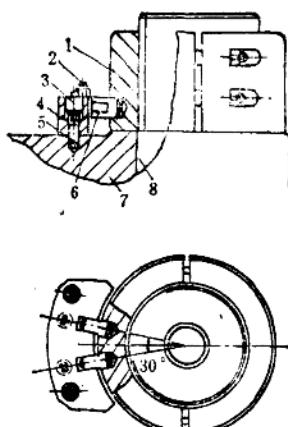

图13-2-12 某水压机立柱外侧螺母锁紧装置
② 超压预紧: 其超压值应为压机额定压力的1.25倍, 在此压力下加压, 使立柱略微增长, 旋紧立柱内侧螺母。一般不用此法, 因为它达不到应力为  $1000 \times 10^5 \text{ Pa}$  以上的预紧力, 还会损坏水压机上横梁以内侧螺母为水平基准的安装精度。
③ 立柱螺母的机械锁紧, 虽然加热预紧螺母, 但仍可能发生松动, 为此再辅以机械锁紧较为可靠。图13-2-12所示, 是某水压机立柱外侧螺母锁紧装置, 在螺母径向预钻两个放销子的孔, 放入两个销子, 然后用锁紧环卡住该销子, 并用螺钉将这个锁紧环固定在横梁上, 实践证明, 防松有效。